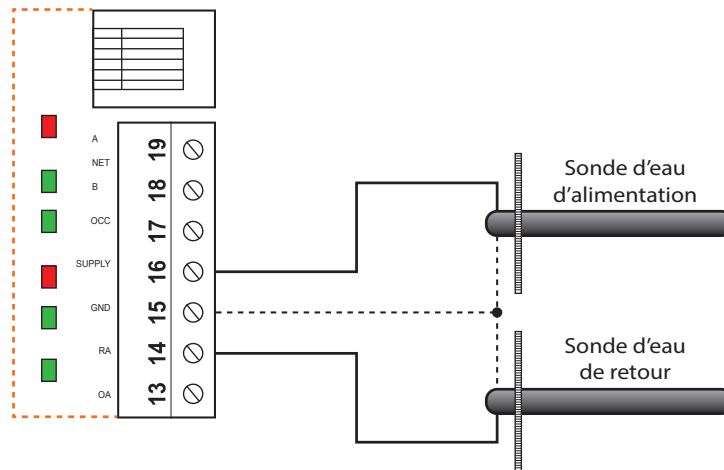

Figure 6 - Raccordement des sondes de températures d'eau
- Figure 6 - Raccordement des son